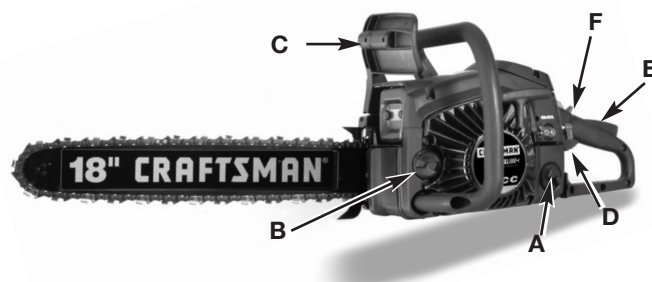

Fig. 3
NOTA: Para detenciones de emergencia, presione la palanca del freno de cadena/guardamanos (C) hacia delante y mueva hacia arriba el conmutador de PARADA (Fig. 3, 4)
5. Empuje hacia abajo el gatillo de seguridad (E) y apriete el acelerador (D). Con el pulgar, presione la pestaña de aceleración (F). Suelte antes el gatillo (D). Así se bloqueará el acelerador en posición abierta (Fig. 3). Tire de la cuerda con un movimiento estable y controlado 4 veces.
6. Mueva después la **palanca del estrangulador (H)** a la Posición 2, asegurándose de mantener bloqueado el gatillo del acelerador. Sostenga la sierra firmemente y tire de la cuerda hasta que arranque. Podría tener que tirar hasta 4 veces.
7. Deje que la sierra se caliente durante 10 segundos. Suelte el gatillo de aceleración (D).
8. Mueva la palanca roja de estrangulador (H) a la Posición 3. Si el motor no arranca, repita los pasos. Si sigue sin arrancar, realice la comprobación del freno de cadena descrita en la página siguiente.